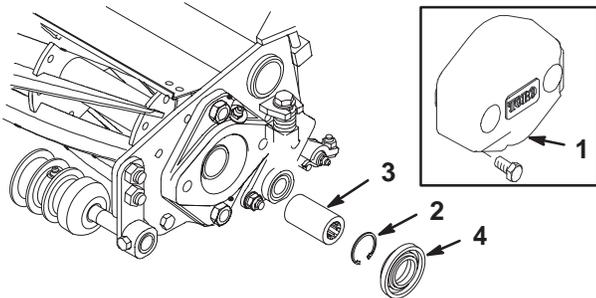

Bild 9
- A. Nehmen Sie die beiden Kopfschrauben ab, mit denen das Gegengewicht links hinten am Mähwerk befestigt ist. Entfernen Sie das Gegengewicht (Bild 9, Ausschnitt).
- B. Nehmen Sie die Kunststoffdistanzstücke von jedem Ende des Mähwerks ab (Bild 9).
- D. Schmieren Sie die Antriebskupplung innen mit Fett ein. Setzen Sie die Antriebskupplung mit einem Sprengring links hinten am Mähwerk ein (Bild 9).